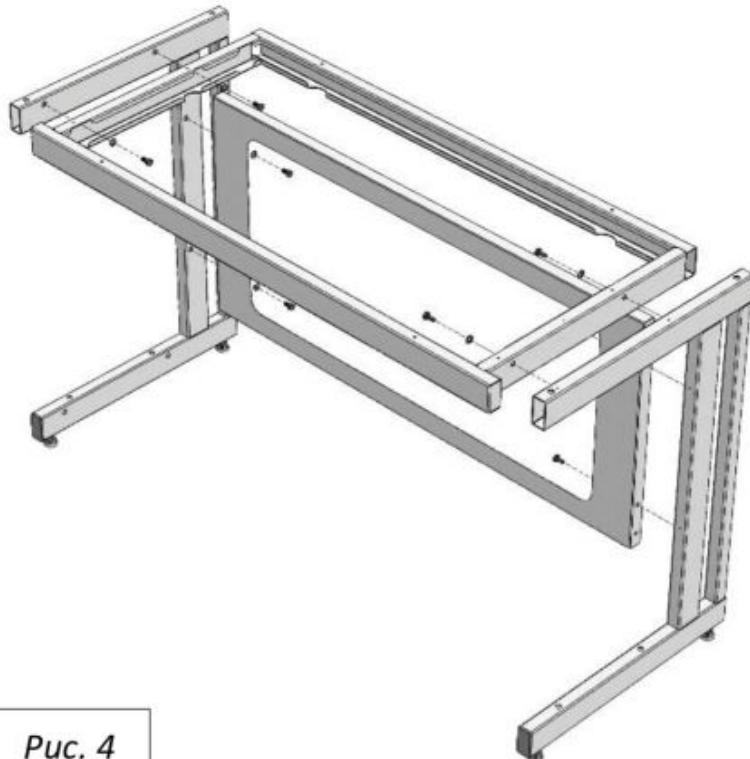

Рис. 4
4. Соединить боковины с верхней рамой и задней панелью каркаса, используя болты M8x16, шайбы 8 и предусмотренные в боковинах заклёпки-гайки M8 (Рис. 4)